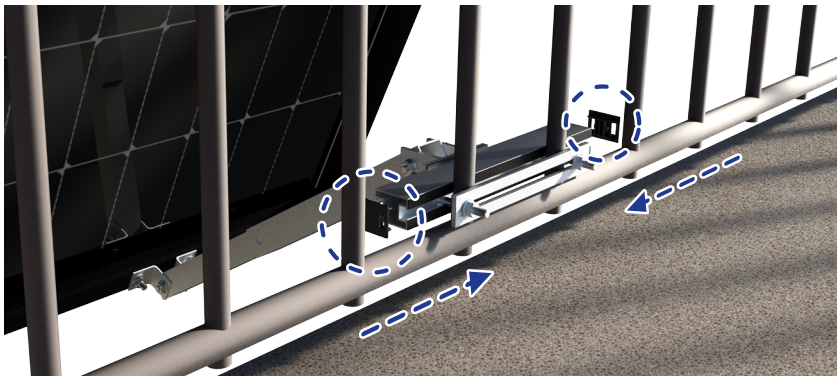

Fig. 8
14. Inserire le coperture in gomma alle estremità del profilato metallico (↗Fig. 8).